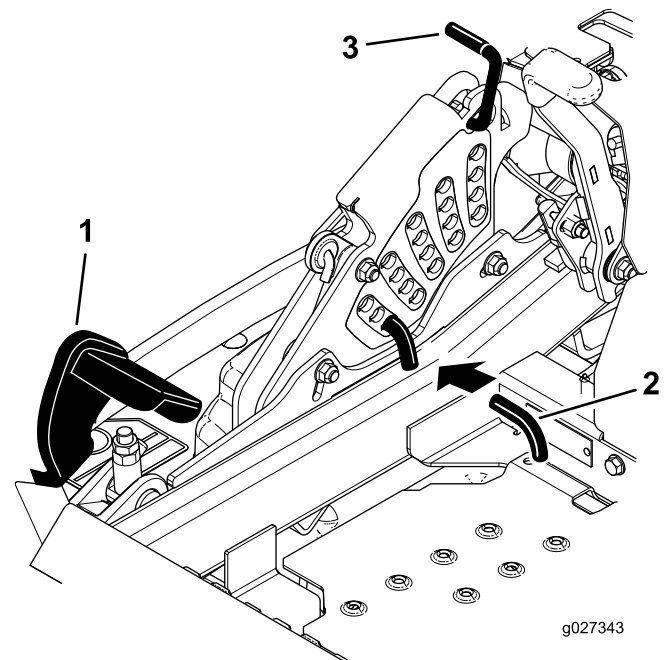

Figure 26
2. Appuyez sur la pédale de relevage du plateau de coupe avec le pied et relevez le plateau en position de transport (qui est aussi la position de hauteur de coupe de 140 mm) (Figure 26).
3. Pour changer de hauteur de coupe, tournez la goupille de 90 degrés retirez-la du support de hauteur de coupe (Figure 26).
4. Placez la goupille dans le trou du support correspondant à la hauteur de coupe voulue (Figure 26).